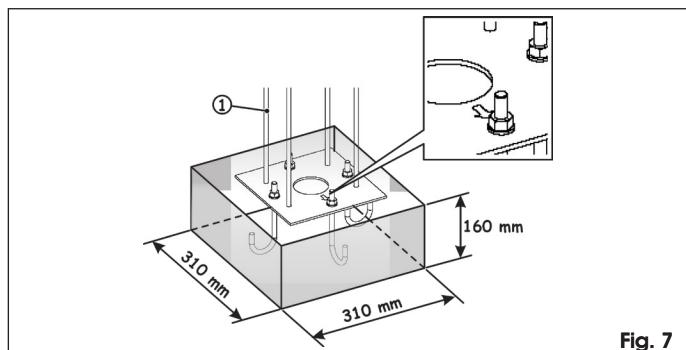

Fig. 7
2. Maak een plint zoals aangegeven in Fig. 7.
1. Draai de vier bijgeleverde trekbouten, Fig. 7 ref. ①, in de bijbehorende gaten met de vastgelaste moeren.
2. Metsel de funderingsplaat vast, zoals in Fig. 7, en leg daarbij een of meerdere buizen aan waar de kabels doorheen kunnen